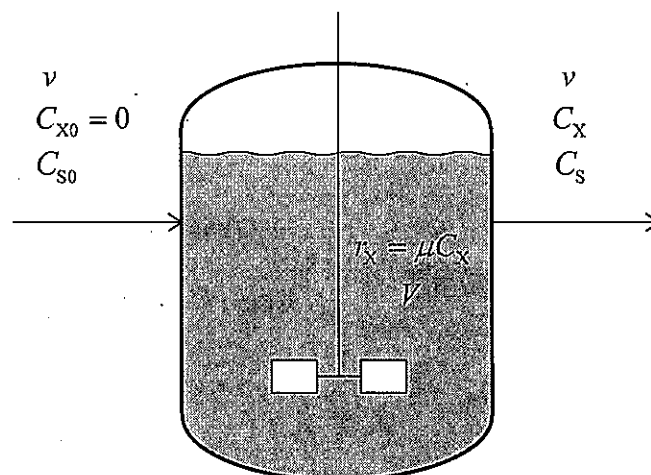

図1 微生物培養プロセス
- 問1 図1は連続攪拌槽型反応器(CSTR)による微生物培養プロセスを表している。体積流量 v で微生物濃度 C_{x0} および基質濃度 C_{s0} の培地を体積 V の反応器に供給し、微生物濃度 C_x および基質濃度 C_s の培養液を抜き取っている。また、反応器内の微生物増殖速度 r_x は、培養液中の微生物濃度 C_x と比増殖速度 μ を用いて $r_x = \mu C_x$ と表される。このプロセスにおいて、希釈率($D = v/V$)を操作することで反応器内の微生物増殖速度を制御可能であること($D = \mu$ となること)を導きなさい。